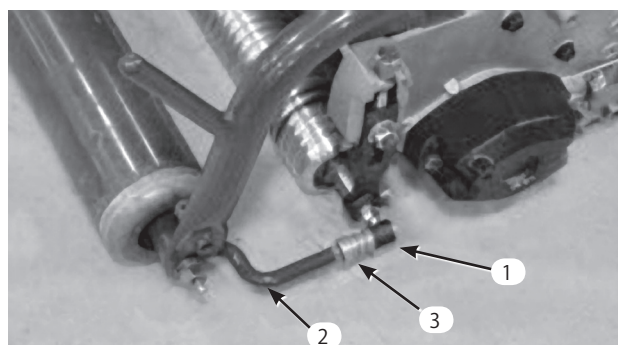

図11
6. ソケットの開口部とボールスタッドの中心を合わせ、ジャムナットを締めてソケットを固定する（図11）。